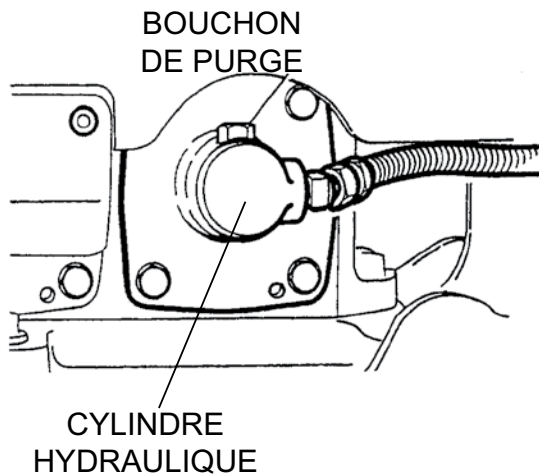

**Figure 32. Entretien de l'huile hydraulique**
2. À l'aide d'un entonnoir, ajoutez de l'huile « *Shell Tellus Oil #46* » ou un produit équivalent dans le réservoir à huile hydraulique par l'orifice de remplissage d'huile (Figure 32). La capacité du réservoir à huile est de 50,7 oz liq (1 500 cc)